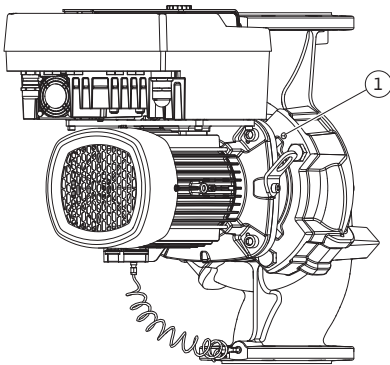
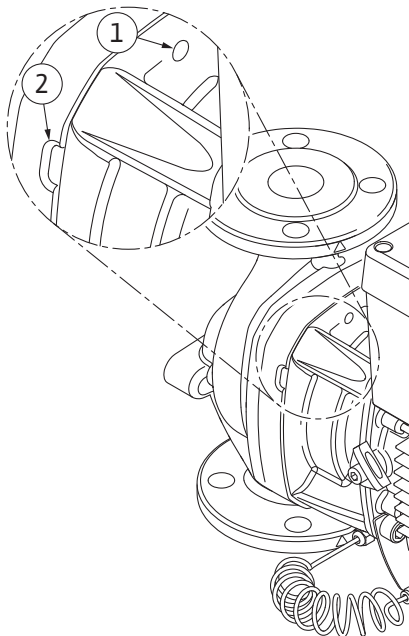

Fig. 104: Įstatomojo modulio nustūmimas naudojant sriegiams skirtas angas
Fig. 105: Srieginės angos ir grioveliai įstatomojo modulio nustūmimui nuo siurblio korpuso
12. Siurblio tipui (Fig. III, IV) atlaisvinkite 29 poz. varžtus. Naudokite dvi šalia esančias sriegines jungtis (Fig. 104, poz. 1) ir tinkamus, montavimo vietoje paruošiamus varžtus (pvz., M10 x 25 mm). Išstumkite įstatomąjį modulį iš siurblio korpuso. Siurblio tipui (Fig. I ir Fig. II) naudokite dvi sriegines angas M10 (žr. Fig. 105) ir tinkamus, montavimo vietoje paruošiamus varžtus (pvz., M10 x 20 mm). Išstumti galima naudojant griovelius (Fig. 105, poz. 2).